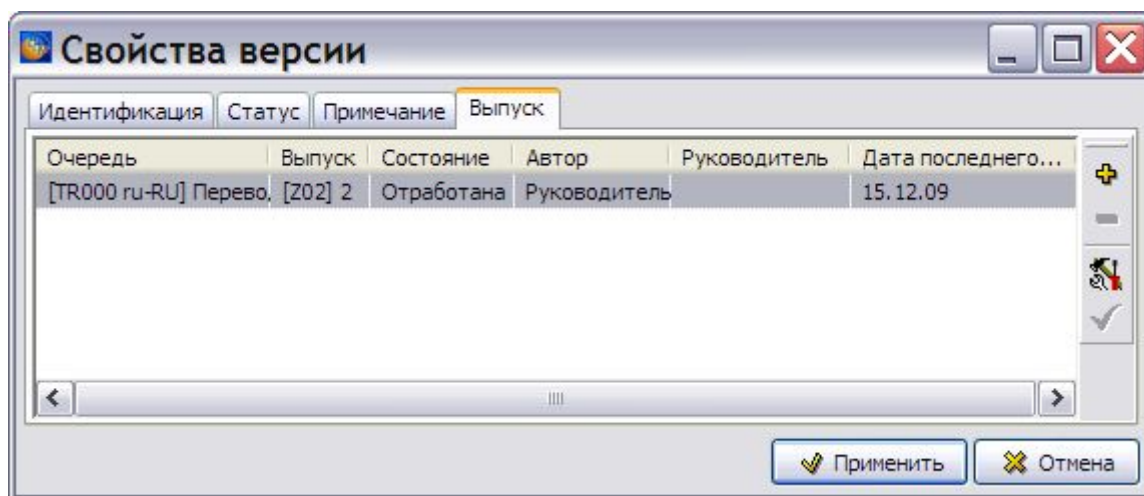

Рис. 11.30
3. Откройте вкладку **Выпуск** (Рис. 11.30).
Нажатие на одну из кнопок **Установить статус версии «В разработке»**  или **Установить статус версии «Отработана»**  приведет к соответствующему изменению состояния связанной с выпуском версии, что отобразится в окне **Свойства версии** (Рис. 11.30).